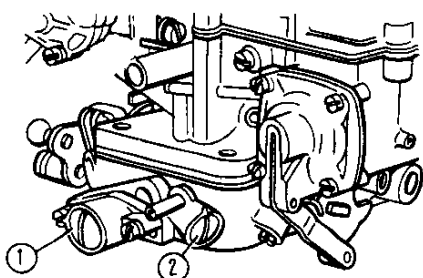

Fig. 37. Viti di registrazione minimo carburatore:
re soltanto nei limiti degli arresti 1 e 2 (fig. 37) della vite dosatura miscela e della vite regolazione apertura della farfalla. I tentativi di ruotare gli arresti di un angolo maggiore porteranno alla loro rottura. In questo caso la fabbrica non è responsabile del contenuto elevato di ossido di carbonio (CO) nei gas di scarico e dei consumi elevati del carburante.